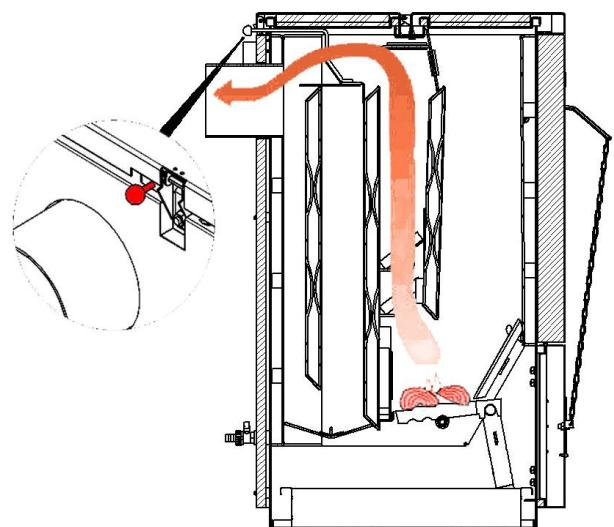

Рис. 15 Положение растворочной заслонки при розжиге
- Закрыть растопочную заслонку (рис. 15)